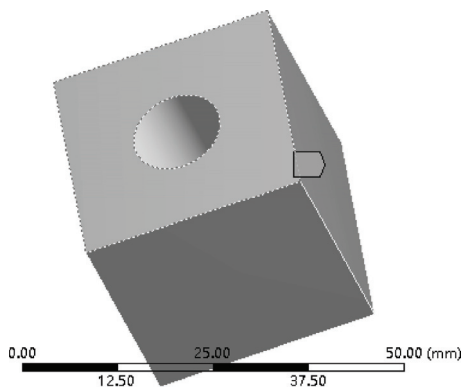

图 6-23 固定约束结果
3) 选中 Fixed Support，选择需要施加固定约束的面，单击 Details of “Fixed Support” 细节窗口中 Geometry 选项下的按钮，即可在选中面上施加固定约束，如图 6-23 所示。